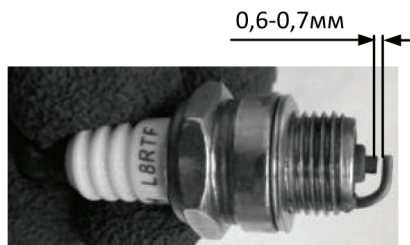

Рис. 17
4. Очистите электроды свечи зажигания металлической щеткой. Проверьте зазор между электродами. Он должен составлять 0,6 – 0,7 мм. (Рис. 17)